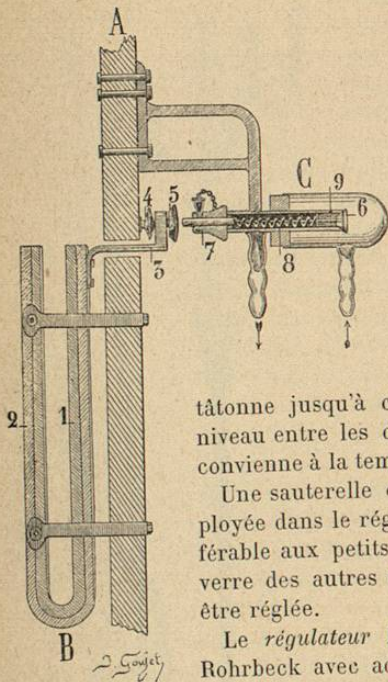

Fig. 93.
l'étuve armoire de Schribaux, figure 75. Schématiquement, (fig. 93), ce régulateur « est formé de deux barres métalliques, l'une en acier (1), l'autre en zinc (2), soudées ensemble sur toute leur longueur et recourbées ensuite en forme d'U (B). Le métal le plus dilatable, le zinc, étant en dehors, toute élévation dans la température tendra à rapprocher les branches, et tout abaissement les écartera l'une de l'autre ». Une des branches (la plus éloignée) est fixée à la paroi de l'étuve (A). Une tige (3) ajustée à angle droit sur l'autre branche ou suivra tous les mouvements et ira au dehors ouvrir ou obstruer l'arrivée du gaz allant au brûleur; elle sortira de l'étuve par une petite ouverture où elle puisse se mouvoir librement. Cette tige est courbée à angle droit après sa sortie de l'étuve et est traversée par une vis (5) qui peut être fixée à un point quelconque de sa course au moyen d'un écrou (4). L'extrémité de cette vis peut être amenée au contact d'une petite soupape qui règle l'écoulement du gaz. Cette soupape est un obturateur conique en laiton (6) qui termine une tige (7) située dans le prolongement de la vis, et ayant traversé le tube de sortie du gaz. Un petit ressort (8) placé dans ce tube maintient l'orifice de sortie fermé tant qu'on n'appuie pas sur l'extrémité de la tige de l'obturateur (c'est la position de la figure 93). Si celle-ci est légèrement repoussée, le tube est ouvert, le gaz sort de la petite chambre en verre (C) et se rend au brûleur par le tube qui contient le ressort à boudin. Une petite ouverture (9) pratiquée dans l'obturateur suffit à maintenir le brûleur en veilleuse. Tout l'appareil extérieur à l'étuve est fixé à celle-ci en face de l'ouverture qui livre passage à la tige (3).